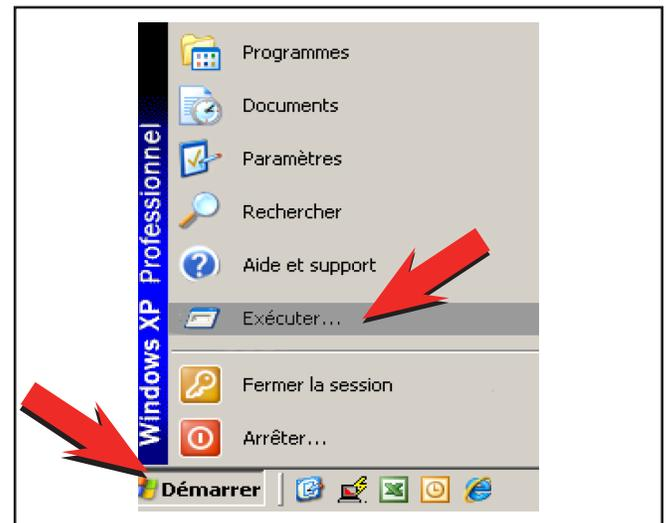

Figure 7 - Menu contextuel Démarrer (typique)
- a. S'il s'agit d'une première connexion au serveur dans le cadre d'une **MISE À JOUR DE LA PROGRAMMATION**, cliquer sur le bouton **DÉMARRER** dans le coin inférieur gauche de l'écran. Dans le menu contextuel, cliquer sur la commande **EXÉCUTER**. Voir Figure 7.
- a. S'il s'agit d'une première connexion au serveur dans le cadre d'une **REPROGRAMMATION COMPLÈTE**, cliquer sur le bouton **DÉMARRER** dans le coin inférieur gauche de l'écran. Dans le menu déroulant, cliquer sur la commande **EXÉCUTER**. Voir Figure 7.